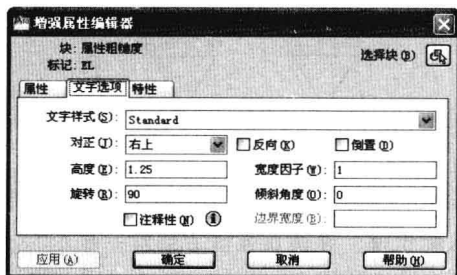
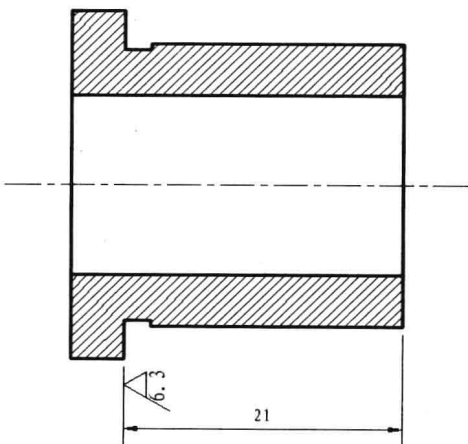

图 6-1-15
图 6-1-16
(3) 双击属性块对象，打开“增强属性编辑器”对话框，单击“文字选项”，对正选择“右上”，旋转设置为“90”，如图 6-1-15 所示。单击“确定”按钮，属性文字修改如图 6-1-16 所示。